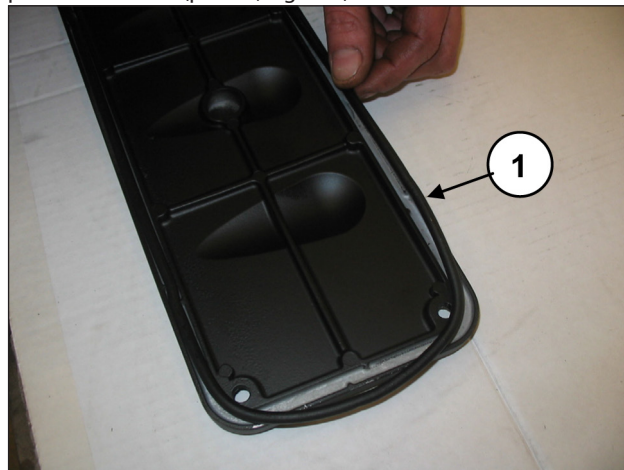
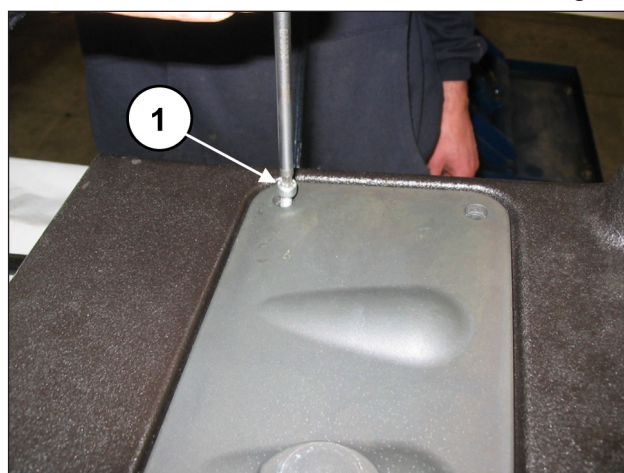

Fig. 99
Fig. 100
Nas duas coberturas, inspecione a inserção do anel circular (pos. ①, Fig. 99) e monte as coberturas mediante o uso de 4+4 parafusos M6x14 (pos. ①, Fig. 100).